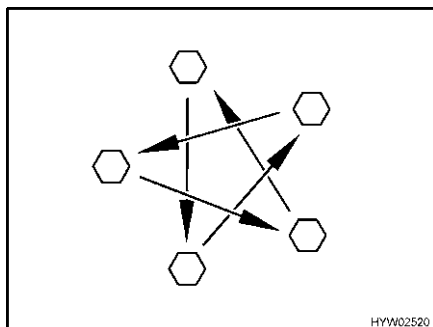

Bild 268 Dra åt hjulmuttrarna eller hjulbultarna korsvis
- Kontrollera regelbundet att hjulmuttrarna eller hjulbultarna är ordentligt åtdragna. Om du har bytt däck ska hjulmuttrarna eller hjulbultarna dras åt korsvis efter 5 mils körning (Bild 268). Åtdragningsmoment se avsnitt 13.5.2.
- ▷ Dra åt hjulmuttrarna eller hjulbultarna korsvis (Bild 268).